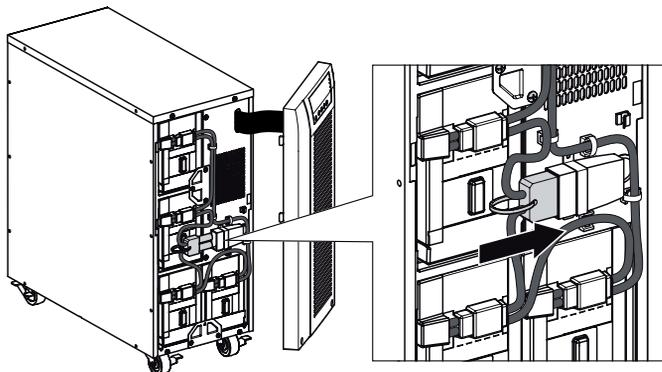

Figura 6. Collegamento batterie interne dell'UPS.
2. Collegare il connettore della batteria interna (vedere Figura 6).